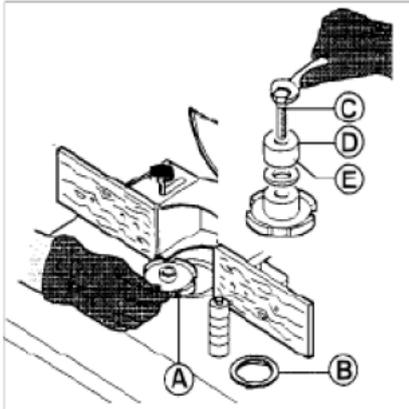

Abb. 28: Montage des Werkzeugs
Schritt 2: Achten Sie darauf, dass vor der Montage des Werkzeugs (A), die Abstandsringe (E) sauber und nicht beschädigt sind (Abb.28).
Schritt 3: Fixieren und klemmen Sie das Formwerkzeug durch den Bolzen (Mutter) (C), durch den Spindelring (D) und den Distanzringe (E) an der Formspindel.